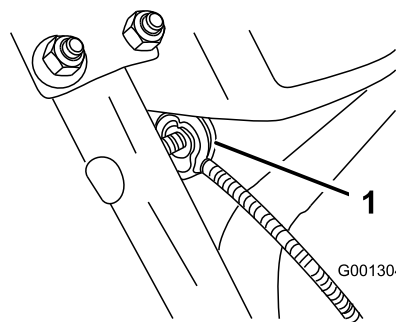

Figura 8
3. Rimuovete il dado e la rondella dalla stegola, collegate il serrafilo sul cavo alla stegola, montate la rondella e il dado e serrate il dado manualmente (Figura 8).